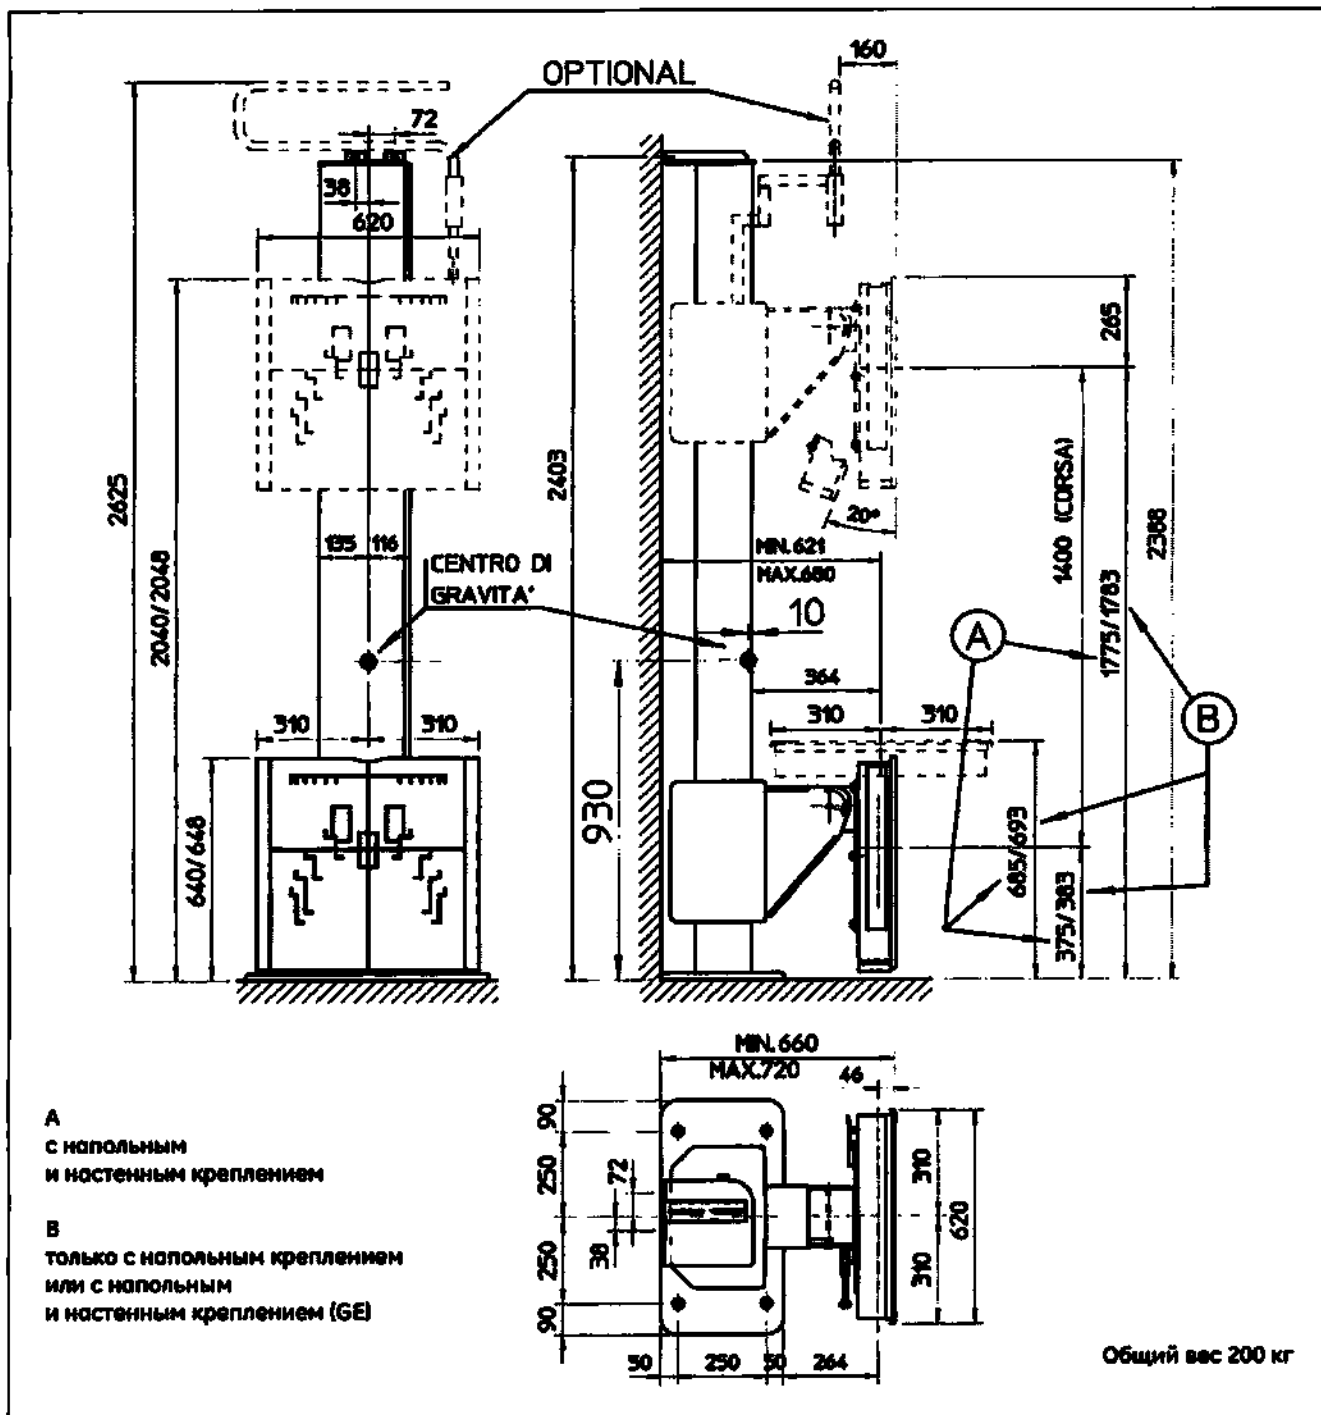

Рисунок 9 - Габаритные размеры (мм) модели с вертикальной регулировкой и механизмом наклона
- от 375 до 1775 мм от пола (центр кассеты или беспроводного детектора) - с маленькой пластиной основания - крепление к полу и стене (A/Рисунок 9)
- от 383 до 1783 мм от пола (центр кассеты или беспроводного детектора) - с большой пластиной основания - крепление к полу или к полу и стене (GE) (B/Рисунок 9)